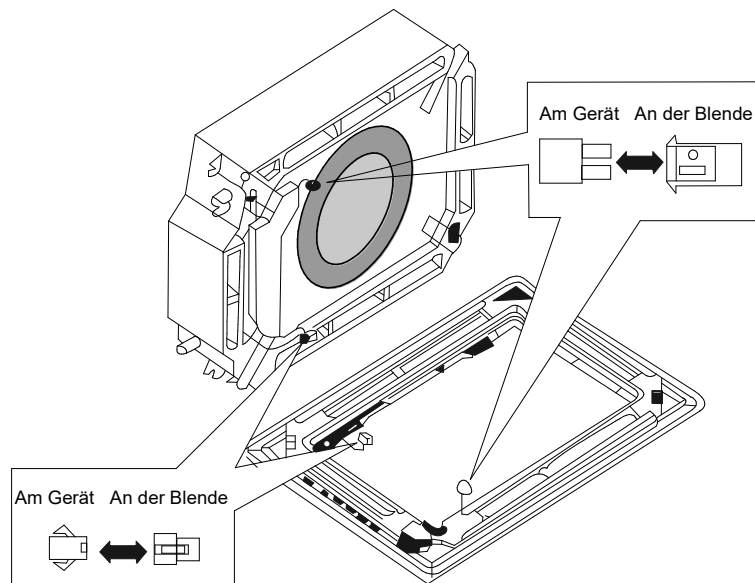

Abb. 33
4. Schließen Sie den Lamellen-Antriebsmotor gemäß Abb. 33 an.